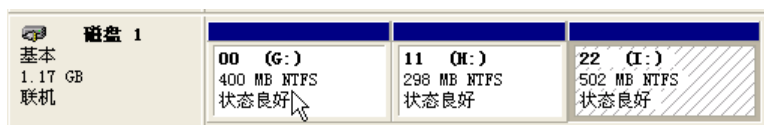

图 5-40 创建好的三个分区
(12) 同理新建第三个分区。建立好的三个分区如图 5-40 所示。